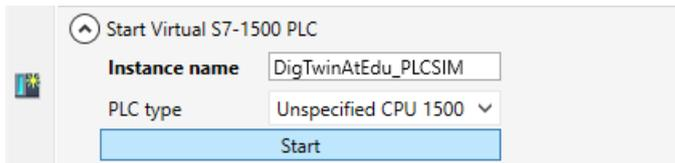

figura 10: Configuração de um CLP virtual
- Clique na seta "**Start Virtual S7-1500 PLC**" para abrir o submenu de configuração do CLP virtual. Conforme mostrado na figura 10 atribua o nome de instância "**DigTwinAtEdu_PLCSIM**" e selecione uma "**Unspecified CPU 1500**" como modelo de CLP. **É importante que você use exatamente este nome de instância, caso contrário os sinais do modelo mecatrônico não serão conectados ao CLP virtual.** Com isso, todas as configurações necessárias foram feitas e você poderá então iniciar o CLP virtual pressionando o botão "**Start**" (Iniciar). (→ Start Virtual S7-1500 PLC → Instance name: DigTwinAtEdu_PLCSIM → PLC type: Unspecified CPU 1500 → Start)